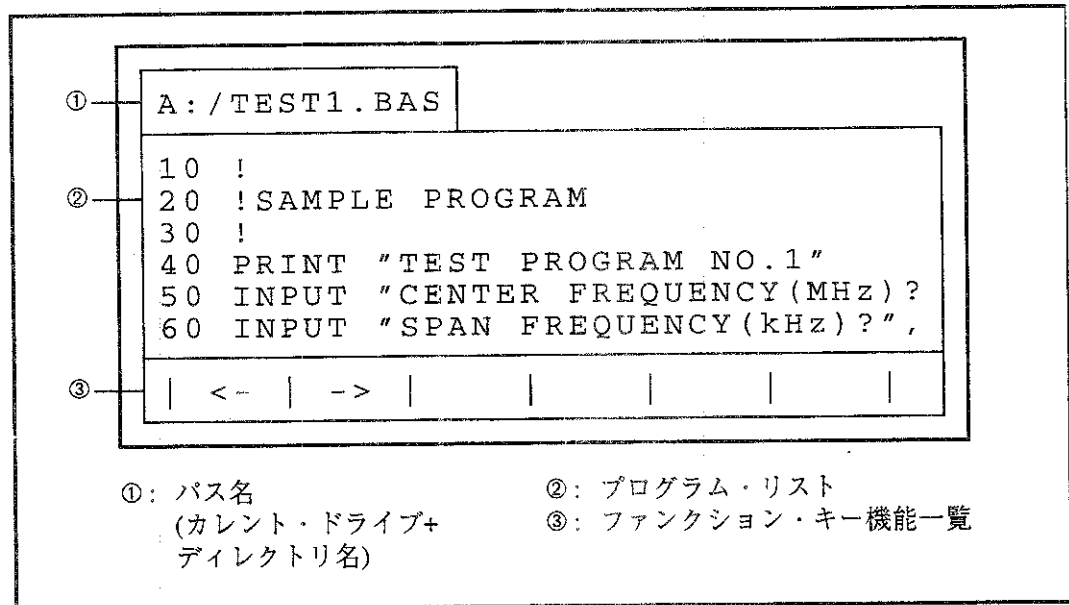

図 4-31 TYPE の表示画面
④: ファイルの属性は、次のように表示します。
⑦: ファンクション・キー機能一覧は、FILE モードで使用できるファンクション・キーと機能の一覧を示しています。
⑧: スクロール・バーは、表示中のファイルがカレント・ディレクトリのあるファイルをどの程度表示しているかを示します。
(4) TYPE(ファイル内容の表示) 画面
FILE モードからファンクション・キーで TYPE(K1) を選択すると、作業ファイルがテキスト・ファイルであれば、図 4-31 のように画面表示されます。(詳しい操作は、4.1.3 項の (1) を参照して下さい。)